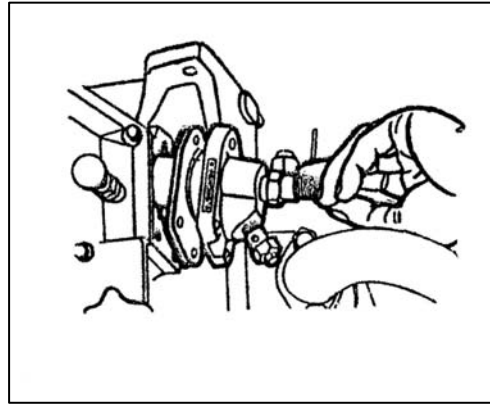

Рис. 11
- (2) Открутите три болта, фиксирующие выпрыскивающий насос, и снимите насос. После этого отрегулируйте впрыск топлива, увеличив количество регулировочных шайб. Обычно, добавление или снятие одной регулировочной шайбы толщиной 0,1 мм приводит к опережению или задержке впрыска на 1° (Рис. 11).